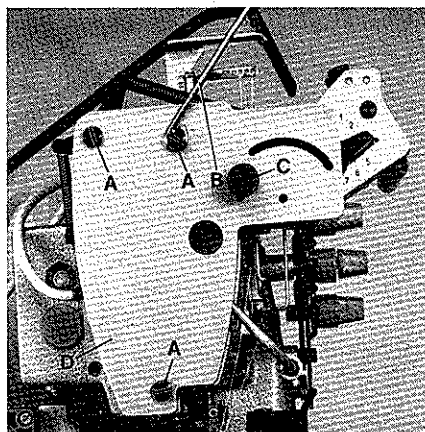

Fig.55
Remove screws (A, Fig.55) and lead-in wire (B). Loosen collar on thumb screw (C) and screw out thumb screw. Remove collar and head cover (D). Screw in thumb screw (C).
Entfernen Sie die Schrauben (A, Fig.55) und den Führungsbügel (B). Lösen Sie den Stelling auf der Rändelschraube (C) und drehen Sie die Rändelschraube heraus. Entfernen Sie den Stelling und den Kopfdeckel (D). Drehen Sie die Rändelschraube (C) wieder ein.